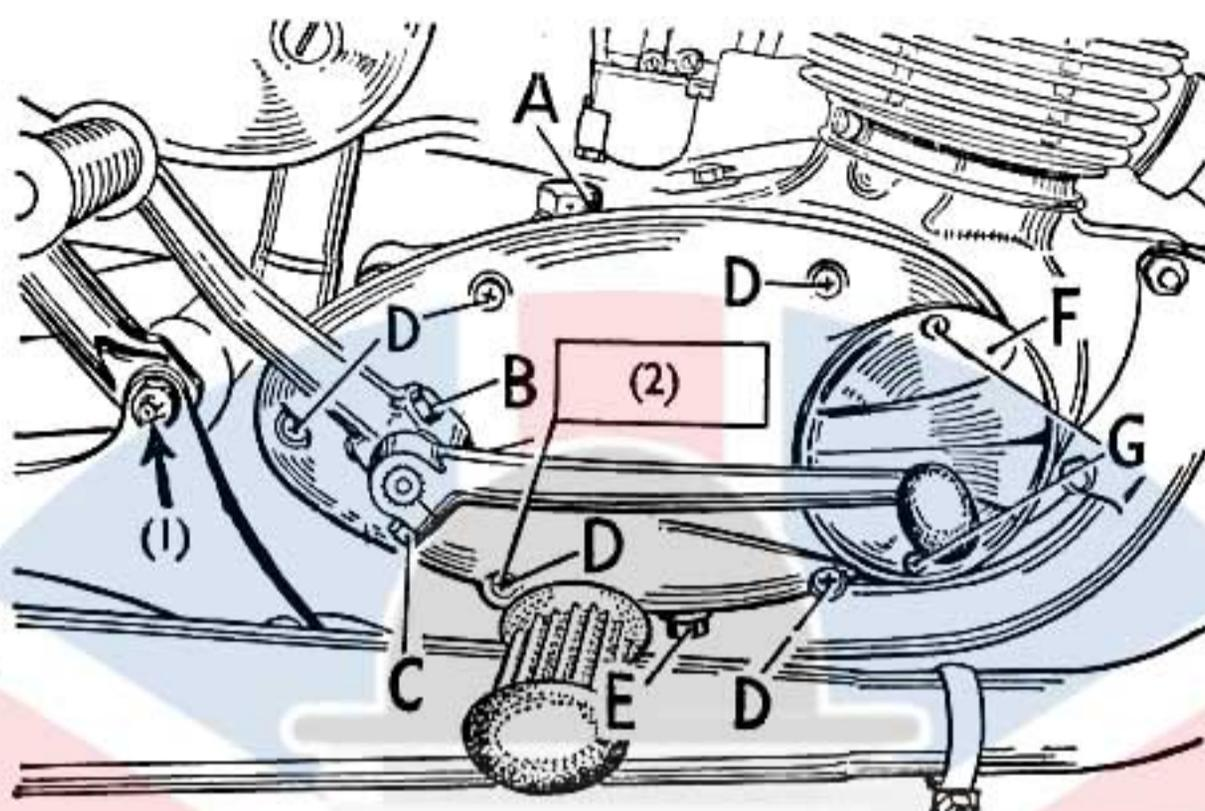

Fig. 15. La vis de niveau d'huile de la boîte de vitesses et le capot de rupteur (modèles Bantam).
Pour changer l'huile de la boîte de vitesses, retirer le bouchon de vidange (E) Fig. 15, situé à la partie inférieure de la boîte et laisser s'écouler la vieille huile. Rincer la boîte à l'huile et remplir avec de l'huile propre par le trou de remplissage (A) Fig. 15, jusqu'au niveau requis.
(1) Graisseur. (2) Vis de niveau d'huile.
Le niveau correct est marqué sur la vis (D) Fig. 15, située sur le carter d'entraînement primaire derrière le repose-pied. Pour faciliter le repérage la vis a été peinte en rouge et doit être retirée pour remplir la boîte. Remplir jusqu'à ce que l'huile s'échappe par le trou de la vis de niveau. Lorsque l'huile en excès a été rejetée replacer la vis et serrer fermement. Replacer le bouchon de remplissage.